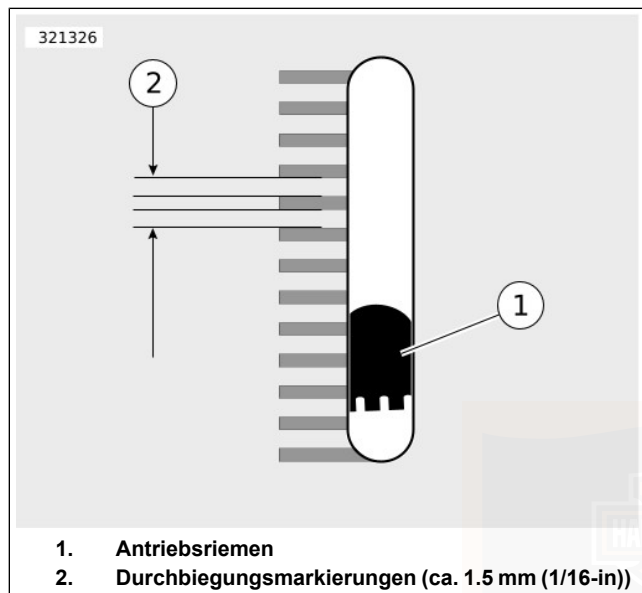

Abbildung 123. Sichtfenster der Riemendurchbiegung
- a. Den O-Ring (4) zur Null-Markierung (3) schieben.
- b. **Modelle mit Rahmendurchbiegungs-Sichtfenster:** Die Riemenhalterung (2) in einer Linie mit dem Riemendurchbiegungs-Sichtfenster an den unteren Teil des Antriebsriemens anlegen.
- c. **Alle anderen Modelle:** Die Riemenhalterung (2) gegen die Unterseite des Antriebsriemens auf halbem Wege zwischen den Antriebsriemensscheiben anordnen.
- d. Den Knopf (6) nach oben drücken, bis der O-Ring nach unten auf die Markierung 4,54 kg (10 lb) (5) rutscht; dort festhalten.
- a. **Modelle mit Riemendurchbiegungs-Sichtfenster:** Siehe Abbildung 123. Die Riemendurchbiegung durch das Riemendurchbiegungs-Sichtfenster messen und dabei das Prüfgerät ruhig halten. Jede Durchbiegungseinteilung entspricht ungefähr 1,6 mm (1/16 in) .